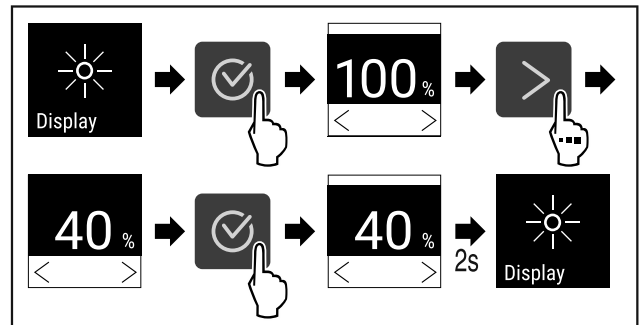

Fig. 77
- ▶ Hajtsa végre a művelet lépéseit (lásd Fig. 77) .